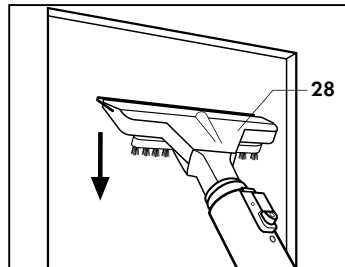

Fig. 17
- premere la racla in gomma sulla superficie ed aspirare l'acqua presente eseguendo dei movimenti rettilinei verticali verso il basso (Fig. 17).